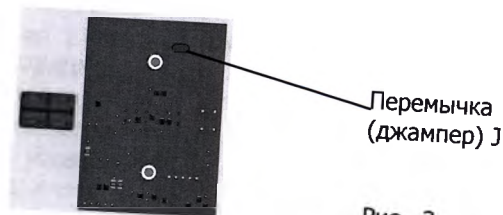

Рис. 3
- Снять перемычку (джампер) J, расположенную на плате индикации (рис.3)